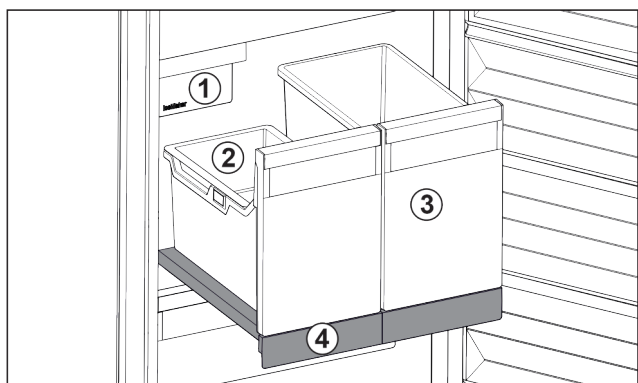

Fig. 99 带 IceTower 的拉出式搁板
(2) 冰块挂盘
(4) 拉出式搁板
拉出式搁板上有两个高容器 (IceTower)。来自 IceMaker 的冰块被收集并储存在容器 Fig. 99 (2) 中。容器 Fig. 99 (3) 适合存放较高的食物，例如比萨或酒精饮料。